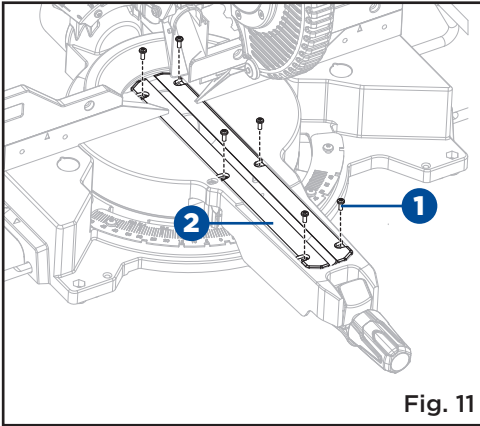

Fig. 11
**RETRAIT ET POSE DE LA PLAQUE AMOVIBLE (Fig. 11)**